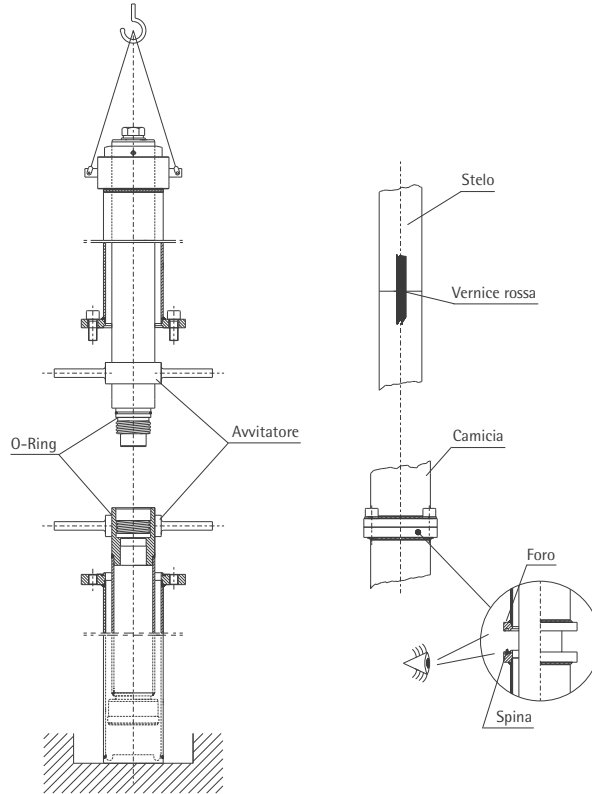

Fig. 4 Cilindro in due pezzi con avvitatori
- Per il montaggio dei due pezzi seguire le istruzioni seguenti (vedi Fig. 4):